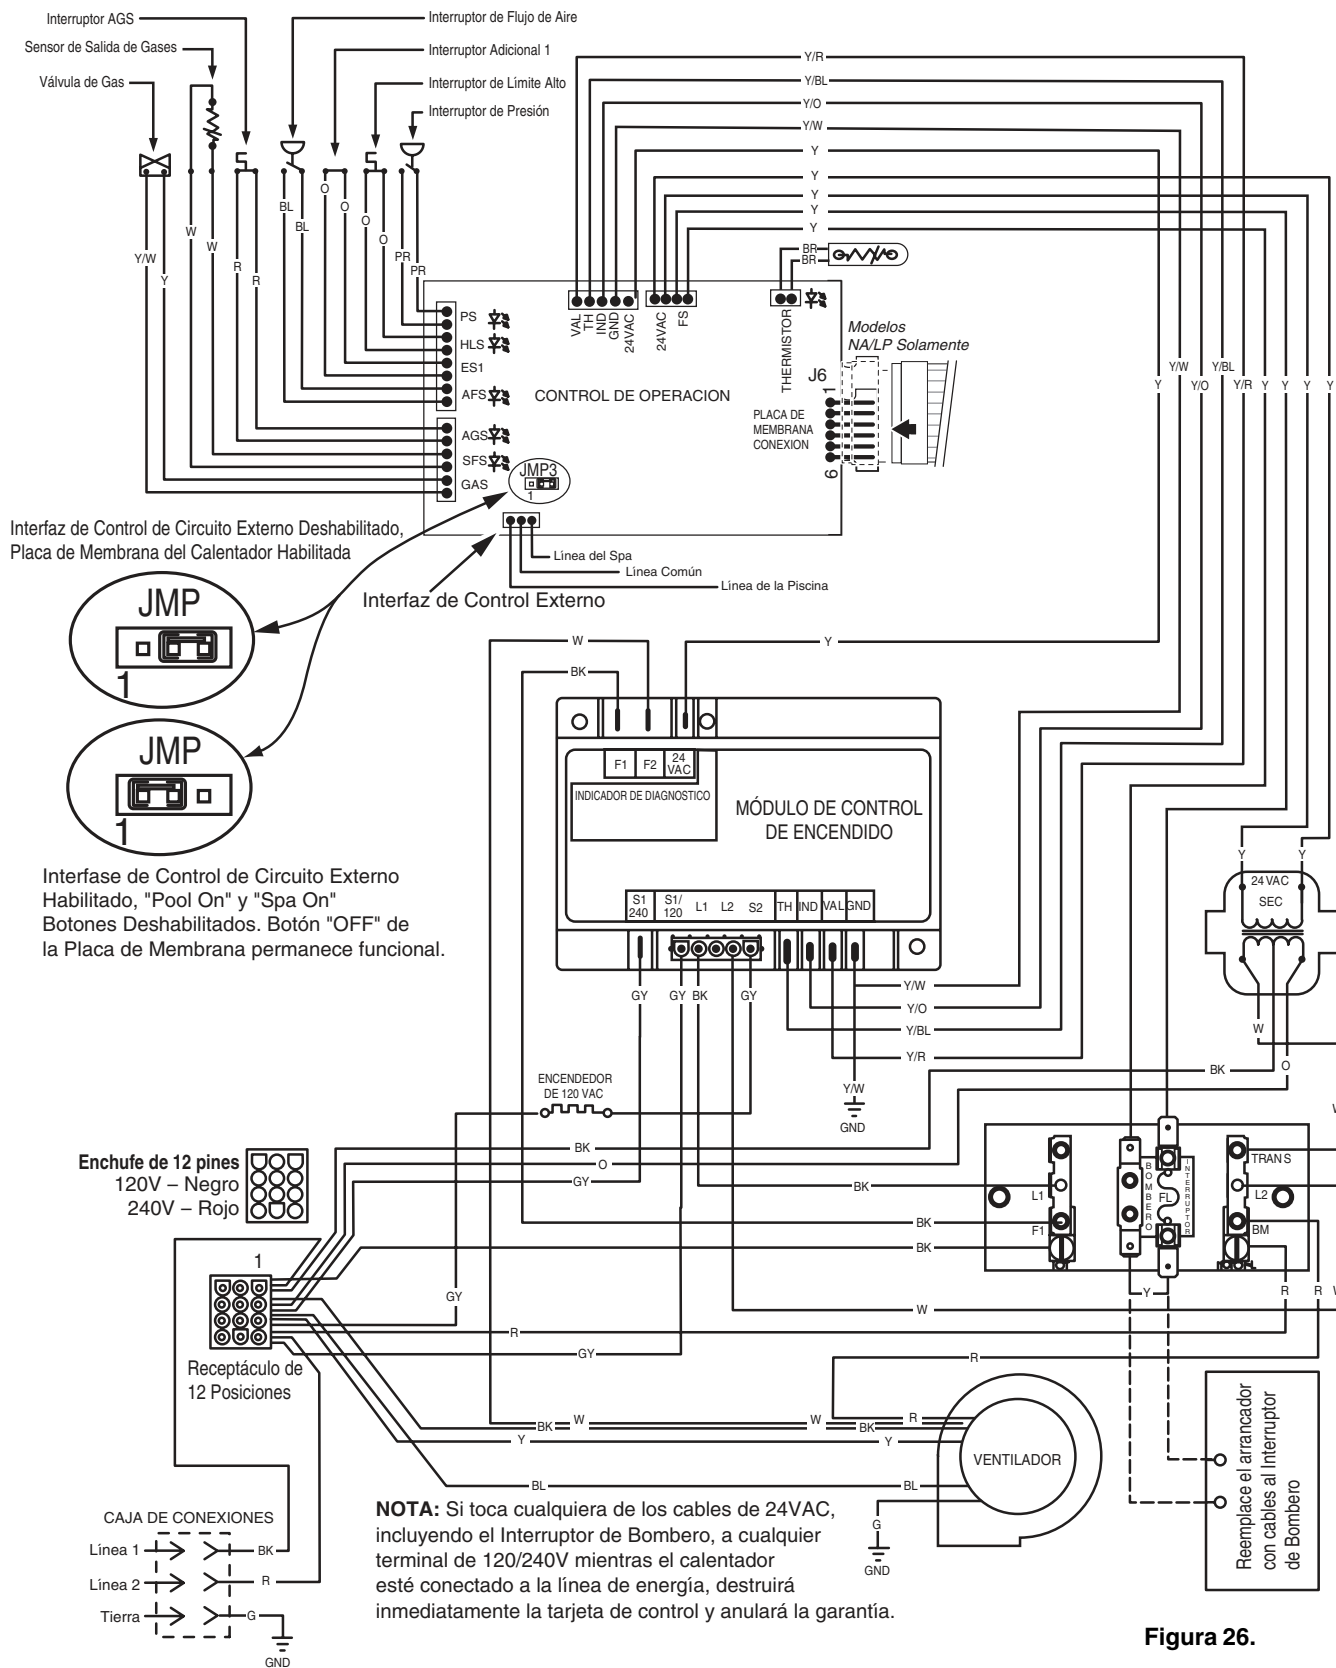

Figura 26.
- Conecte los cables entre los terminales del panel de control en el calentador y los reguladores externos, como se muestras en la Figura 26. Utilice por lo menos 2 reguladores por calentador para permitir una posición de "APAGADO" en cada modo del calentador. Seleccione reguladores que puedan manejar interrupción de nivel de logística. NO aplique línea de voltaje a los terminales del panel de control.
- Mueva el arrancador (como se muestra en la Figura 26) para habilitar el control exterior y deshabilitar los botones "Piscina Encendida" y "Spa Encendido" (la tecla de "Apagado" permanece funcional).